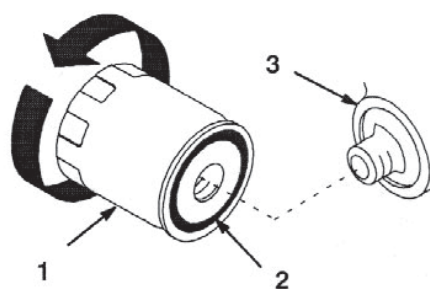

図47
2. オイル・フィルタを外し、アダプタのフィルタ取り付け部分 (ガスケット面; 図47) をきれいにふく。
4. フィルタのガスケット (図47) に薄くエンジン・オイルを塗る。
5. アダプタにフィルタをねじ込む。ガスケットがアダプタに当たるまで手でねじ込み、そこから更に 1/2 回転増し締めする (図47)。